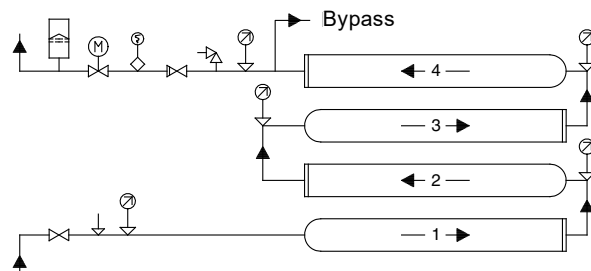

Abb. 6 Druckerhöhungsanlage mit vier in Reihe geschalteten, übereinander angeordneten Modulen
- Bei in Reihe geschalteten, übereinander angeordneten Modulen wird empfohlen, die Rohrleitungen wie in Abb. 6 dargestellt anzuschließen.
Symbole verwendet in den Abb. 6 bis 9: